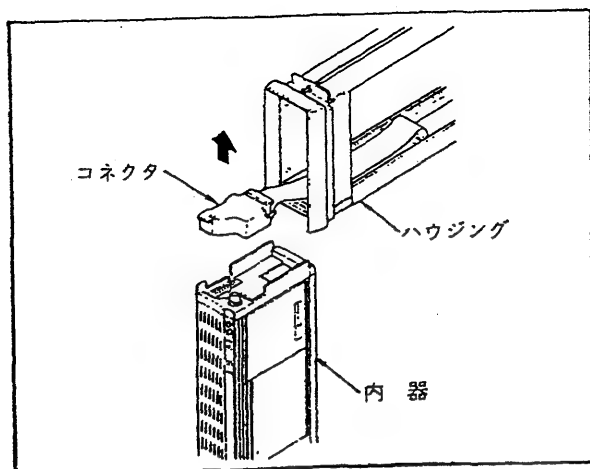

図 5.3.3 コネクタの取外し
- ③ コネクタを内器から外せば、内器はハウジングから分離されます(図 5.3.3)。